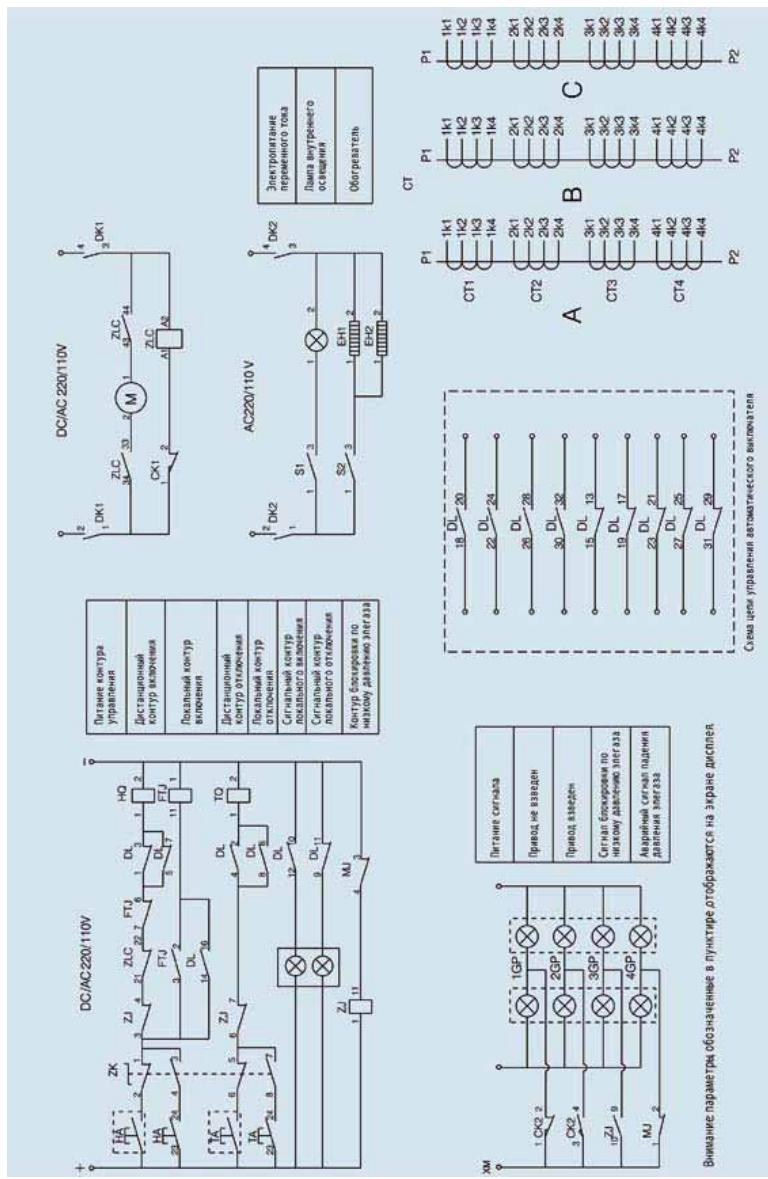

Рис. 6.2 Схема подключения № 1
6.2 Схемы подключения (см. рис. 6.2, 6.3)